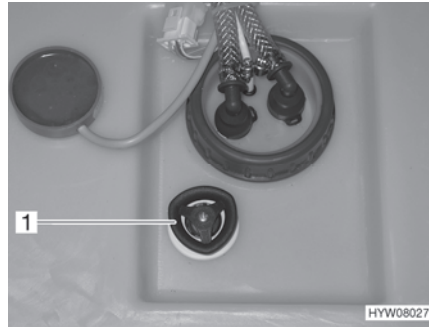

Bild 135 Vattentank med ratt
- Vrid ratten (Bild 135,1) på vattentanken moturs mot motståndet till stoppläget för att öppna utloppsöppningen helt.